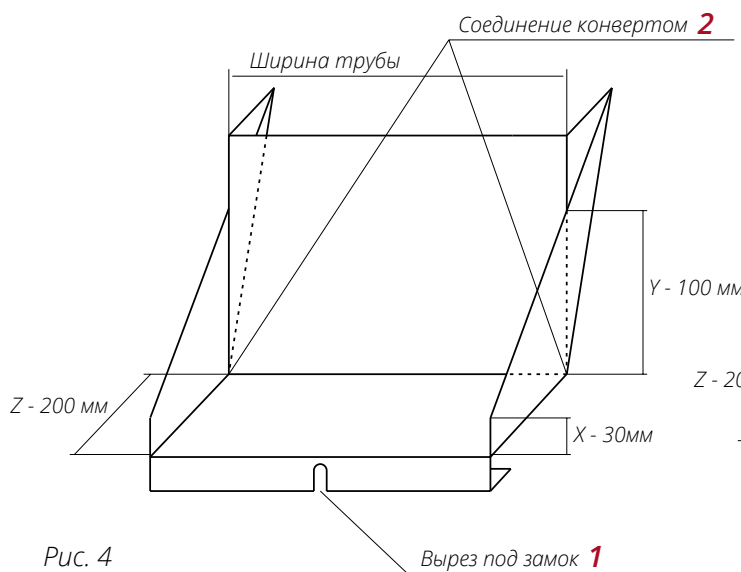

Рис. 4
2. Произведите подготовку Планки примыкания к трубе нижней согласно развертке (рис. 4)